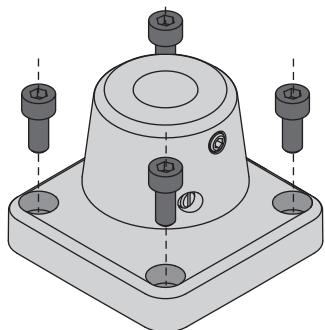

Fig. 1: Élément de fixation.
- ▶ Visser l'élément de fixation sur la surface de montage à l'aide de quatre vis appropriées, voir Fig. 1.